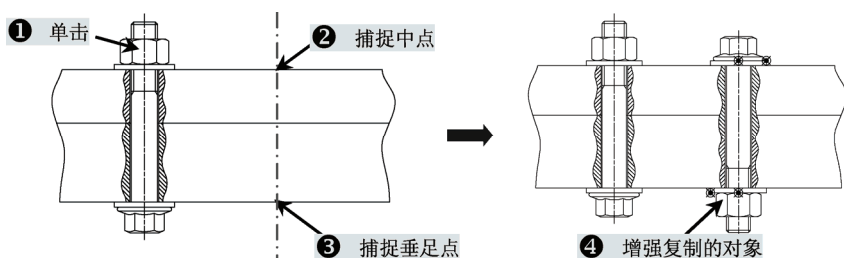

图 5-3 增强复制
4) 开启“正交”模式, 将鼠标移动到插入点正下方, 单击“确定”, 复制螺纹联接完毕, 如图 5-3 所示。